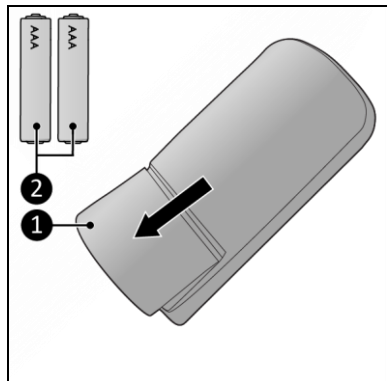

Figure 16
1. Retirez le couvercle du compartiment à piles (figure 16, pos. 1).
2. Insérez deux piles (AAA 1,5 V) (figure 16, pos. 2) dans le compartiment à piles. Veillez à insérer les piles correctement.